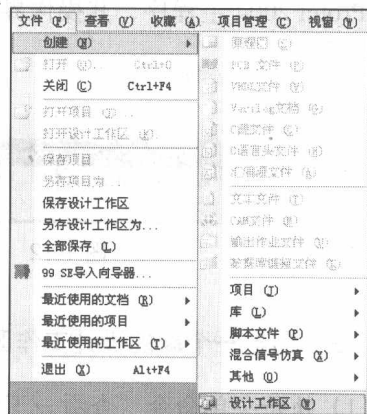

图 1-15 创建设计工作区
(3) 执行菜单命令“文件→创建→设计工作区”，如图 1-15 所示，创建设计工作区。在设计工作区中可以存放多个项目文件及其中的各类设计文件。